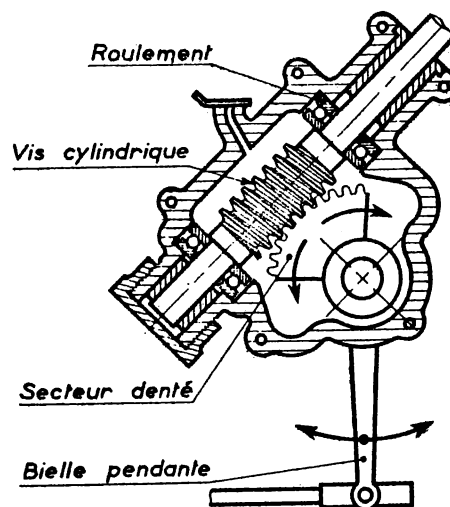

Fig. 4
- vis cylindrique et secteur denté (fig. 4),